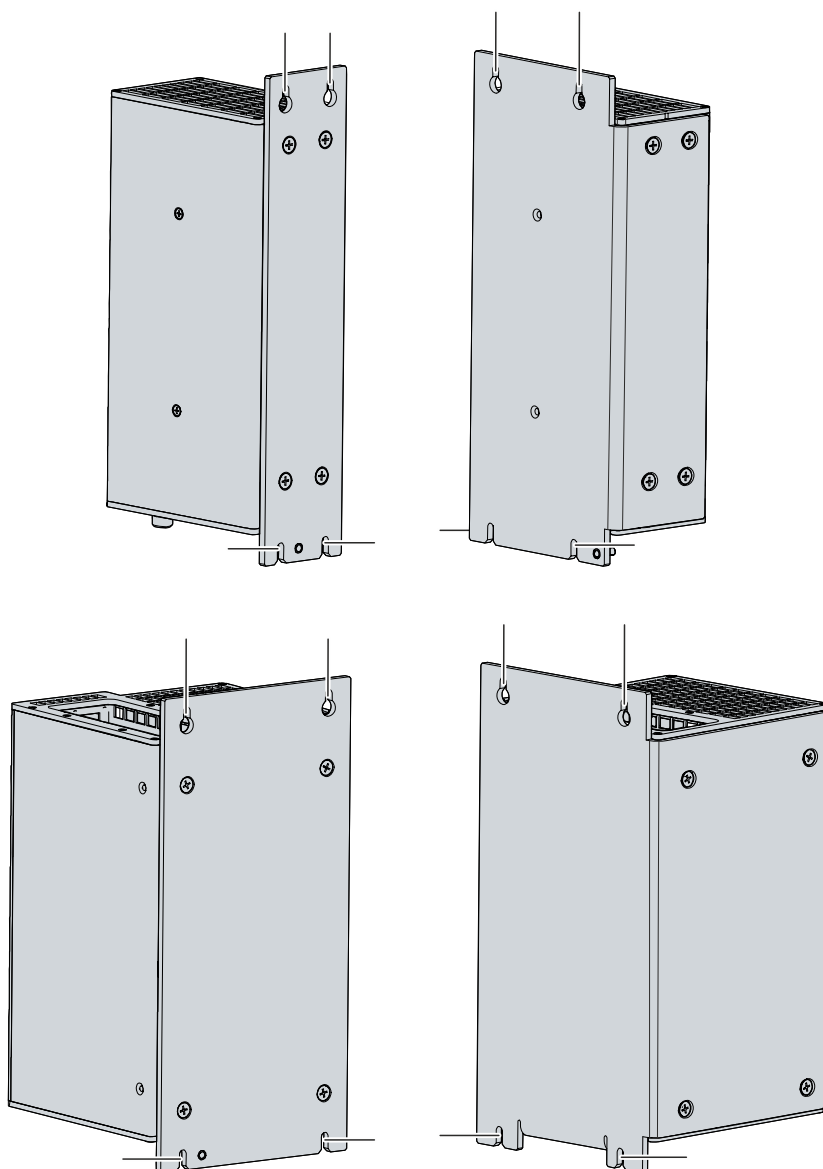

図 16: C6920制御盤への設置
2. 固定用ネジに、取付プレートのマークされた位置を引っ掛けてください（図16 参照）。